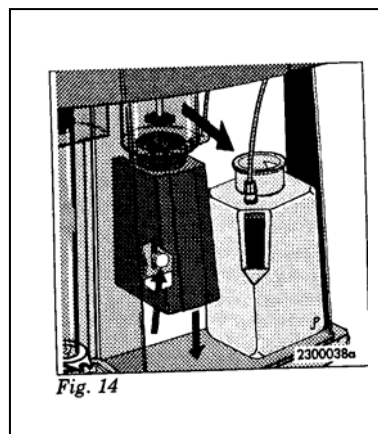

Fig. 14
- 松开滴定缸装配固定螺丝，将其连带滴定阀整个放低，如图 14。